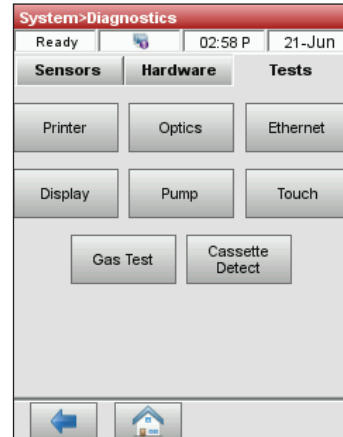

Abbildung 28. System Manager> Diagnostik> Tests> Pumpe
10. Tippen Sie auf **Pump** (Abbildung 28), um den Pumpenmotor zu testen. Die Pumpe muss sich ohne übermäßiges Geräusch drehen. Dieser Diagnostest durchläuft automatisch alle während des normalen Betriebs verwendeten Geschwindigkeiten (7.5–120 U/Min.) und kehrt dann zur Registerkarte Diagnostik> Tests zurück.